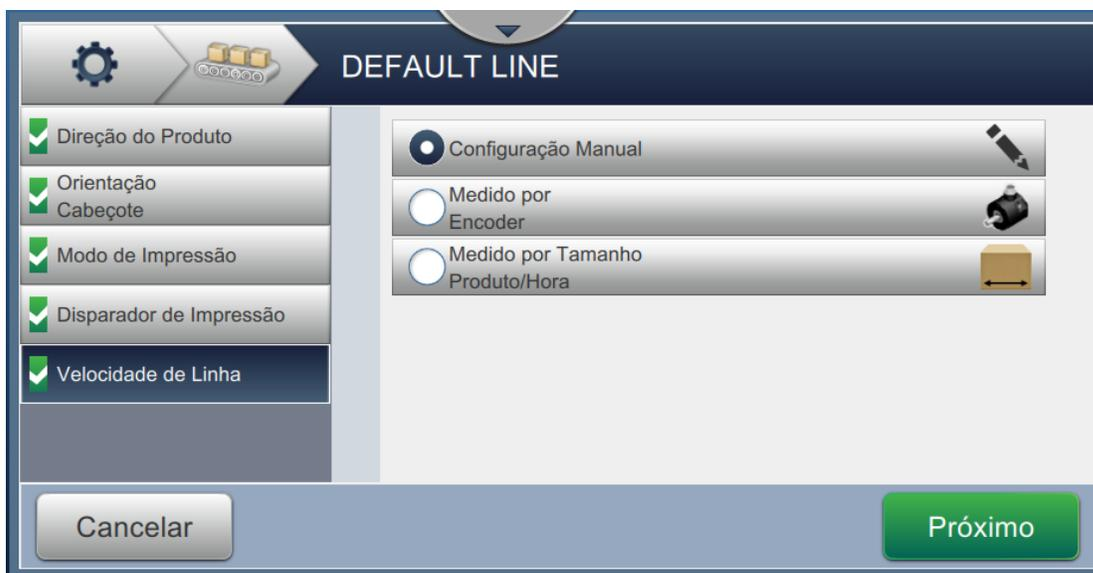

Figura 6-34: Configuração de linha – Velocidade de linha
1. Toque em *Velocidade de linha* na tela Ajuste de configuração de linha, selecione a velocidade de linha necessária, como mostra a Figura 6-34. Toque no botão  para definir a velocidade de linha.
1. Selecione *Configuração manual*, como mostra a Figura 6-34. Toque no botão
1. Selecione *Medido por codificadora de eixo*, como mostra a Figura 6-34. Toque no botão
1. Toque em *Medido por tamanho do produto/tempo*, como mostra a Figura 6-34. Toque no botão